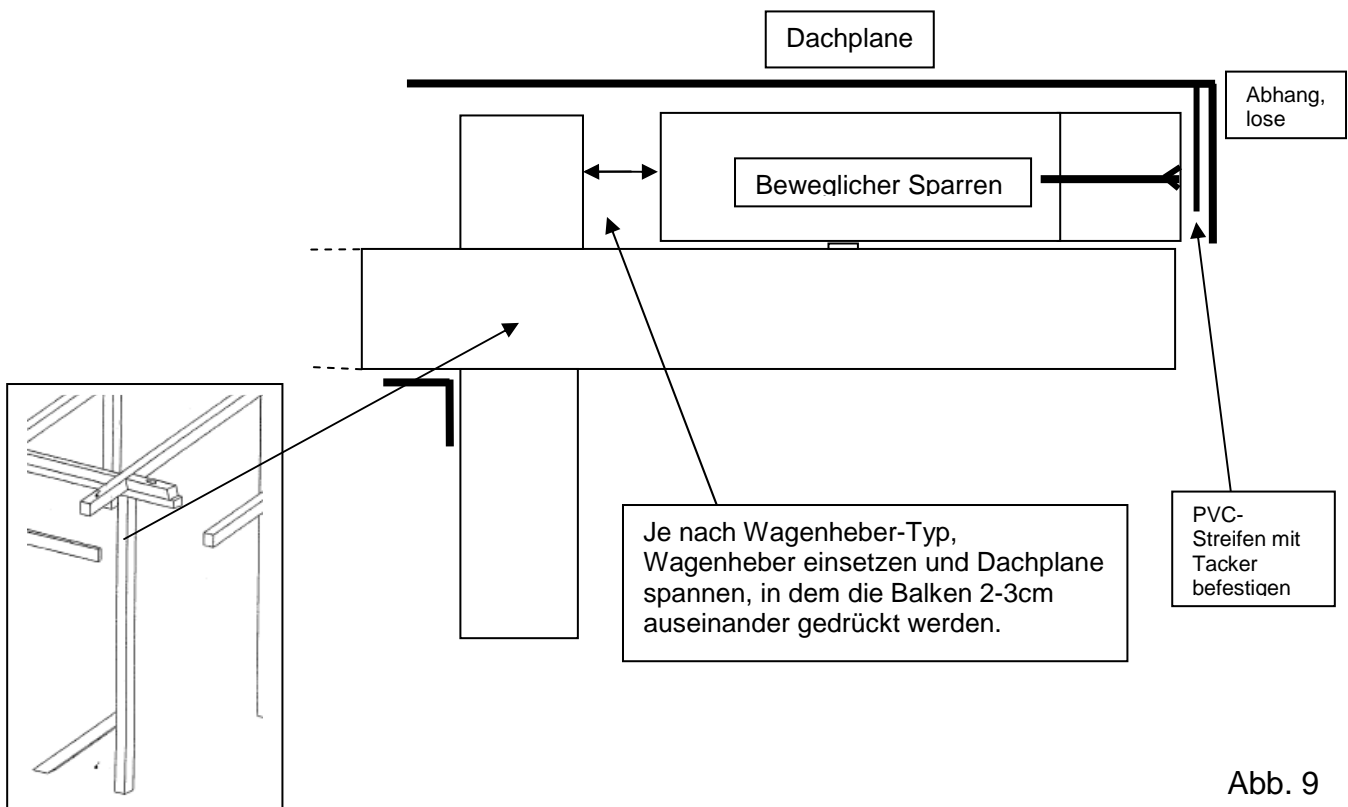

Abb. 9
23. Spannen Sie das Dach aus. Rechte Seite: Setzen Sie hierzu einen Wagenheber zwischen dem inneren Dachbalken und dem beweglichen Dachsparren an. Der bewegliche Dachsparren wird bis zum Anschlag nach außen geschoben und mit einer Schlossschraube festgeschraubt (siehe Abbildung 9).